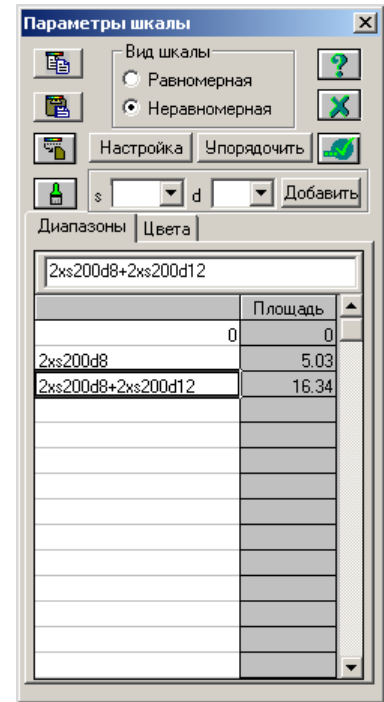

Рис.4.4.14. Окно диалога **Параметры шкалы** (после редактирования)
- в строке над таблицей, где дублируется значение ячейки, задайте параметр *2xs200d8+2xs200d12* (рис.4.4.14);